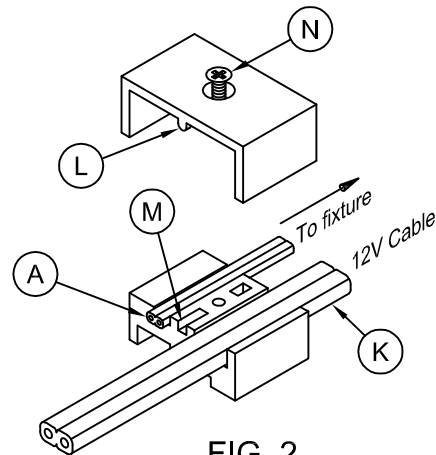

FIG. 2
- (FIG. 2)
9. Après avoir installé le dispositif d'éclairage à l'endroit désiré, faites passer un câble de 12 volts (#10 ou #12 Ga.) à partir du dispositif d'éclairage au transformateur (ou le long de la rangée de dispositifs d'éclairage au transformateur). < (FIGURE 2)